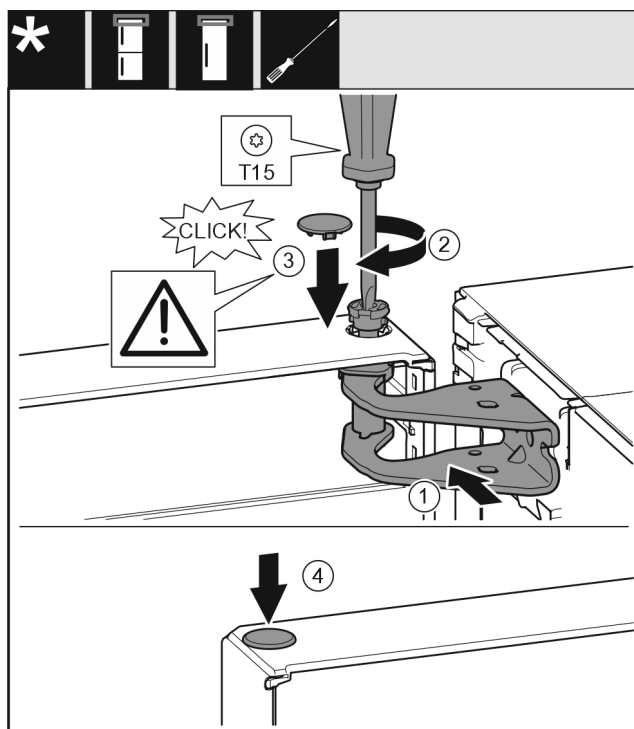

Fig. 21
- ▶ Orienter la porte en haut pour l'ouverture dans le support de palier. Fig. 21 (1)
- ▶ Insérer l'axe Fig. 21 (2) et le serrer avec un tournevis.
- ▶ Monter le cache de fixation Fig. 21 (3) pour sécuriser la porte : mettre le cache de fixation en place et vérifier qu'il repose bien sur la porte. Sinon, insérer complètement l'axe.
- ▶ Mettre le cache Fig. 21 (4) en place.